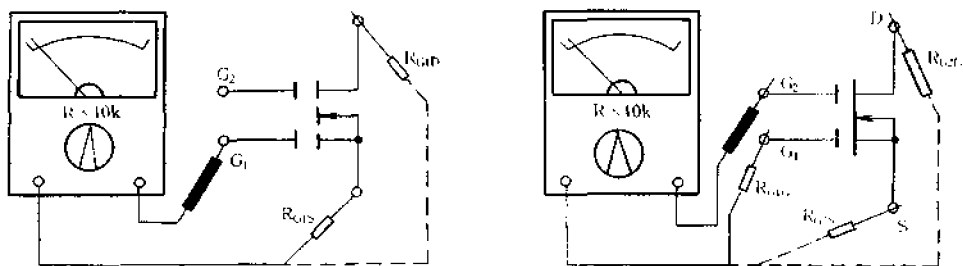

图 4-156 检测 MOS 管其余各引脚间的电阻
(2) 测量其余引脚间的电阻。测试方法如图 4-156 所示。将万用表置  $R \times 10k$  挡, 表笔不分正负, 测量栅极  $G_1$  和  $G_2$  之间、栅极与源极之间、栅极与漏极之间的电阻值。正常时, 这些电阻值均应为  $\infty$ 。若阻值不是  $\infty$ , 则证明管子已经损坏。注意, 这种方法对于内部电极开路性故障是无法判断的, 只能采用替换法或下述估测放大能力的方法加以鉴定。